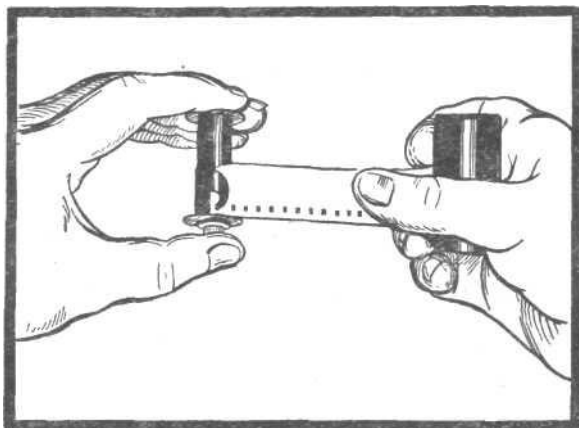

Рис. 9.
2. Вытащив из кассеты свободный конец пленки на длину не более 10 см., закрепите его на приемной катушке под пружиной (см. рис. 9) так, чтобы первое перфорированное отверстие пленки стало чуть дальше выступа пружины и потяните пленку обратно — выступ пружины зайдет в отверстие и удержит пленку. Нижний край пленки установите под прямым углом к оси катушки, вплотную к фланцу.